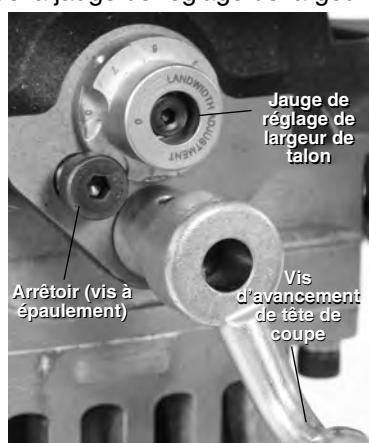

Figure 18 – Réglage de largeur de talon
- Réglez la largeur du talon de biseautage voulue (*Figure 18*) à l'aide de la jauge de réglage de largeur de talon. Un réglage à « 0 » ne laissera aucun talon sur l'extrémité du tuyau. Chaque graduation de la jauge modifie la largeur du talon par approximativement $\frac{1}{32}$ " (0,8 mm). Graduation n° 1 ~ 0,03" (0,8 mm), graduation n° 2 ~ 0,06" (1,6 mm) etc. Alignez la graduation voulue avec la base de l'arrêteoir.
- Tournez la vis d'avancement de la tête de coupe progressivement en sens horaire (*Figure 18*) pour entamer le biseautage jusqu'à ce que l'arrêteoir vienne à buter contre la jauge de réglage de largeur de talon. Ceci se fait sans huile de coupe ni liquide de refroidissement.